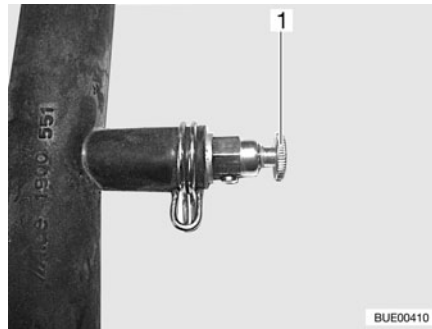

Fig. 176 Válvula de purga de la calefacción de agua caliente
- Abrir la válvula de purga (Fig. 176,1) y dejarla abierta hasta que deje de salir aire.